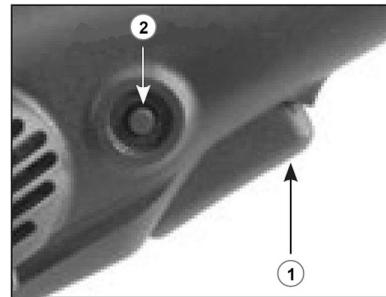

Abb. 8: Schalter arretieren
Schritt 5: Um den Ein-Aus-Schalter (1, Abb.8) in gedrückter Position zu arretieren, den Feststellknopf (2) drücken. Zum Abschalten den Feststellknopf drücken und loslassen.